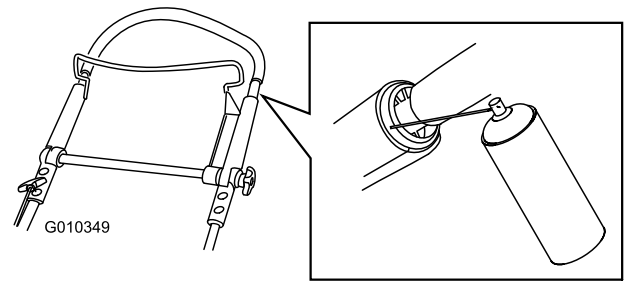

Figura 43
1. Spruzzate il prodotto sull'estremità esterna di plastica della parte interna della stegola (Figura 43).